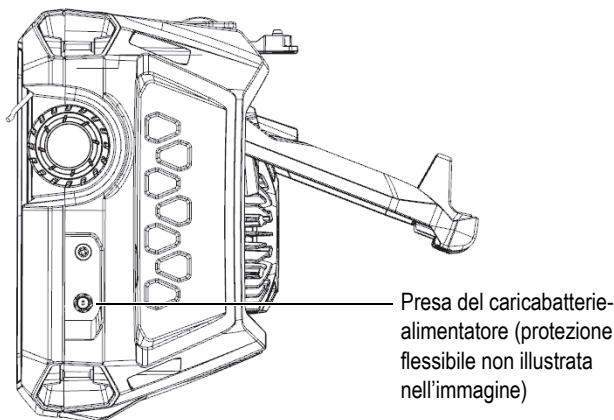

Figura 3-1 Presa del caricabatterie-alimentatore
2. Sul lato destro dell'OmniScan X3, sollevare la protezione in gomma flessibile per mettere in evidenza la presa del caricabatterie-alimentatore (Figura 3-1 a pagina 44).